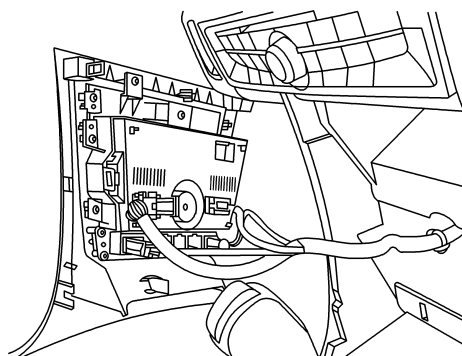

图 2-13 断开插接器
- 4) 从空调控制器总成上断开插接器，如图 2-13 所示。